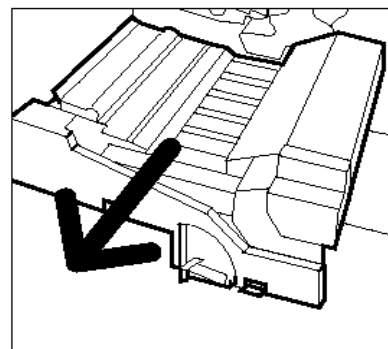

Figure 35 : Dégagement du transport papier
- 4** Saisissez le transport papier et tirez-le fermement jusqu'à ouverture complète (voir la figure 35).